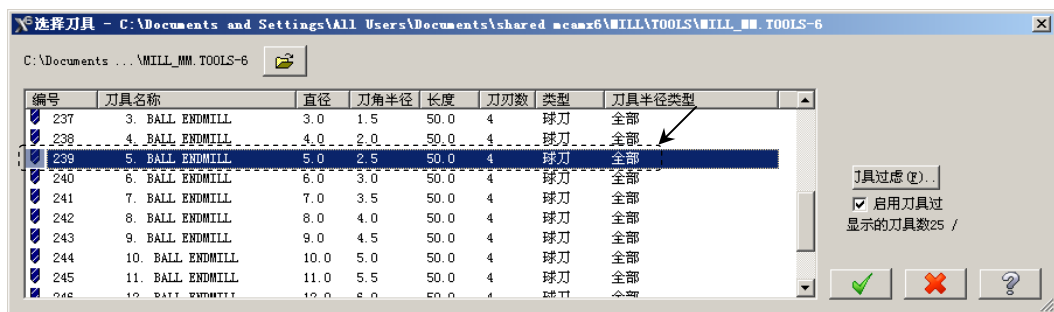

图 5.16 “选择刀具”对话框
Step5. 选择刀具。在“曲面精加工环绕等距”对话框中单击 按钮, 系统弹出“选择刀具”对话框, 在该对话框的列表框中选择图 5.16 所示的刀具。单击 按钮, 关闭“选择刀具”对话框, 系统返回至“曲面精加工环绕等距”对话框。